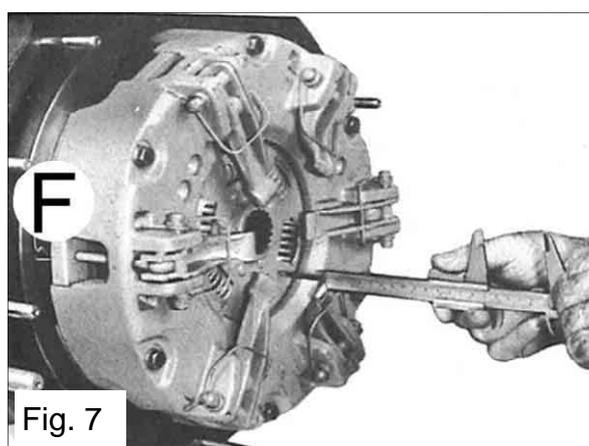

Fig. 7
- agire sui dadi **F** (fig. 7) fino ad ottenere la quota prescritta;